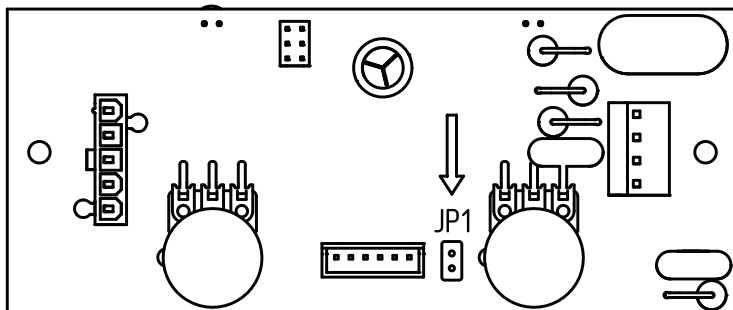

Рис.12 Плата панели управления
2. Замкните выводы перемычки JP1 (Рис.12) на плате управления и включите электропитание;